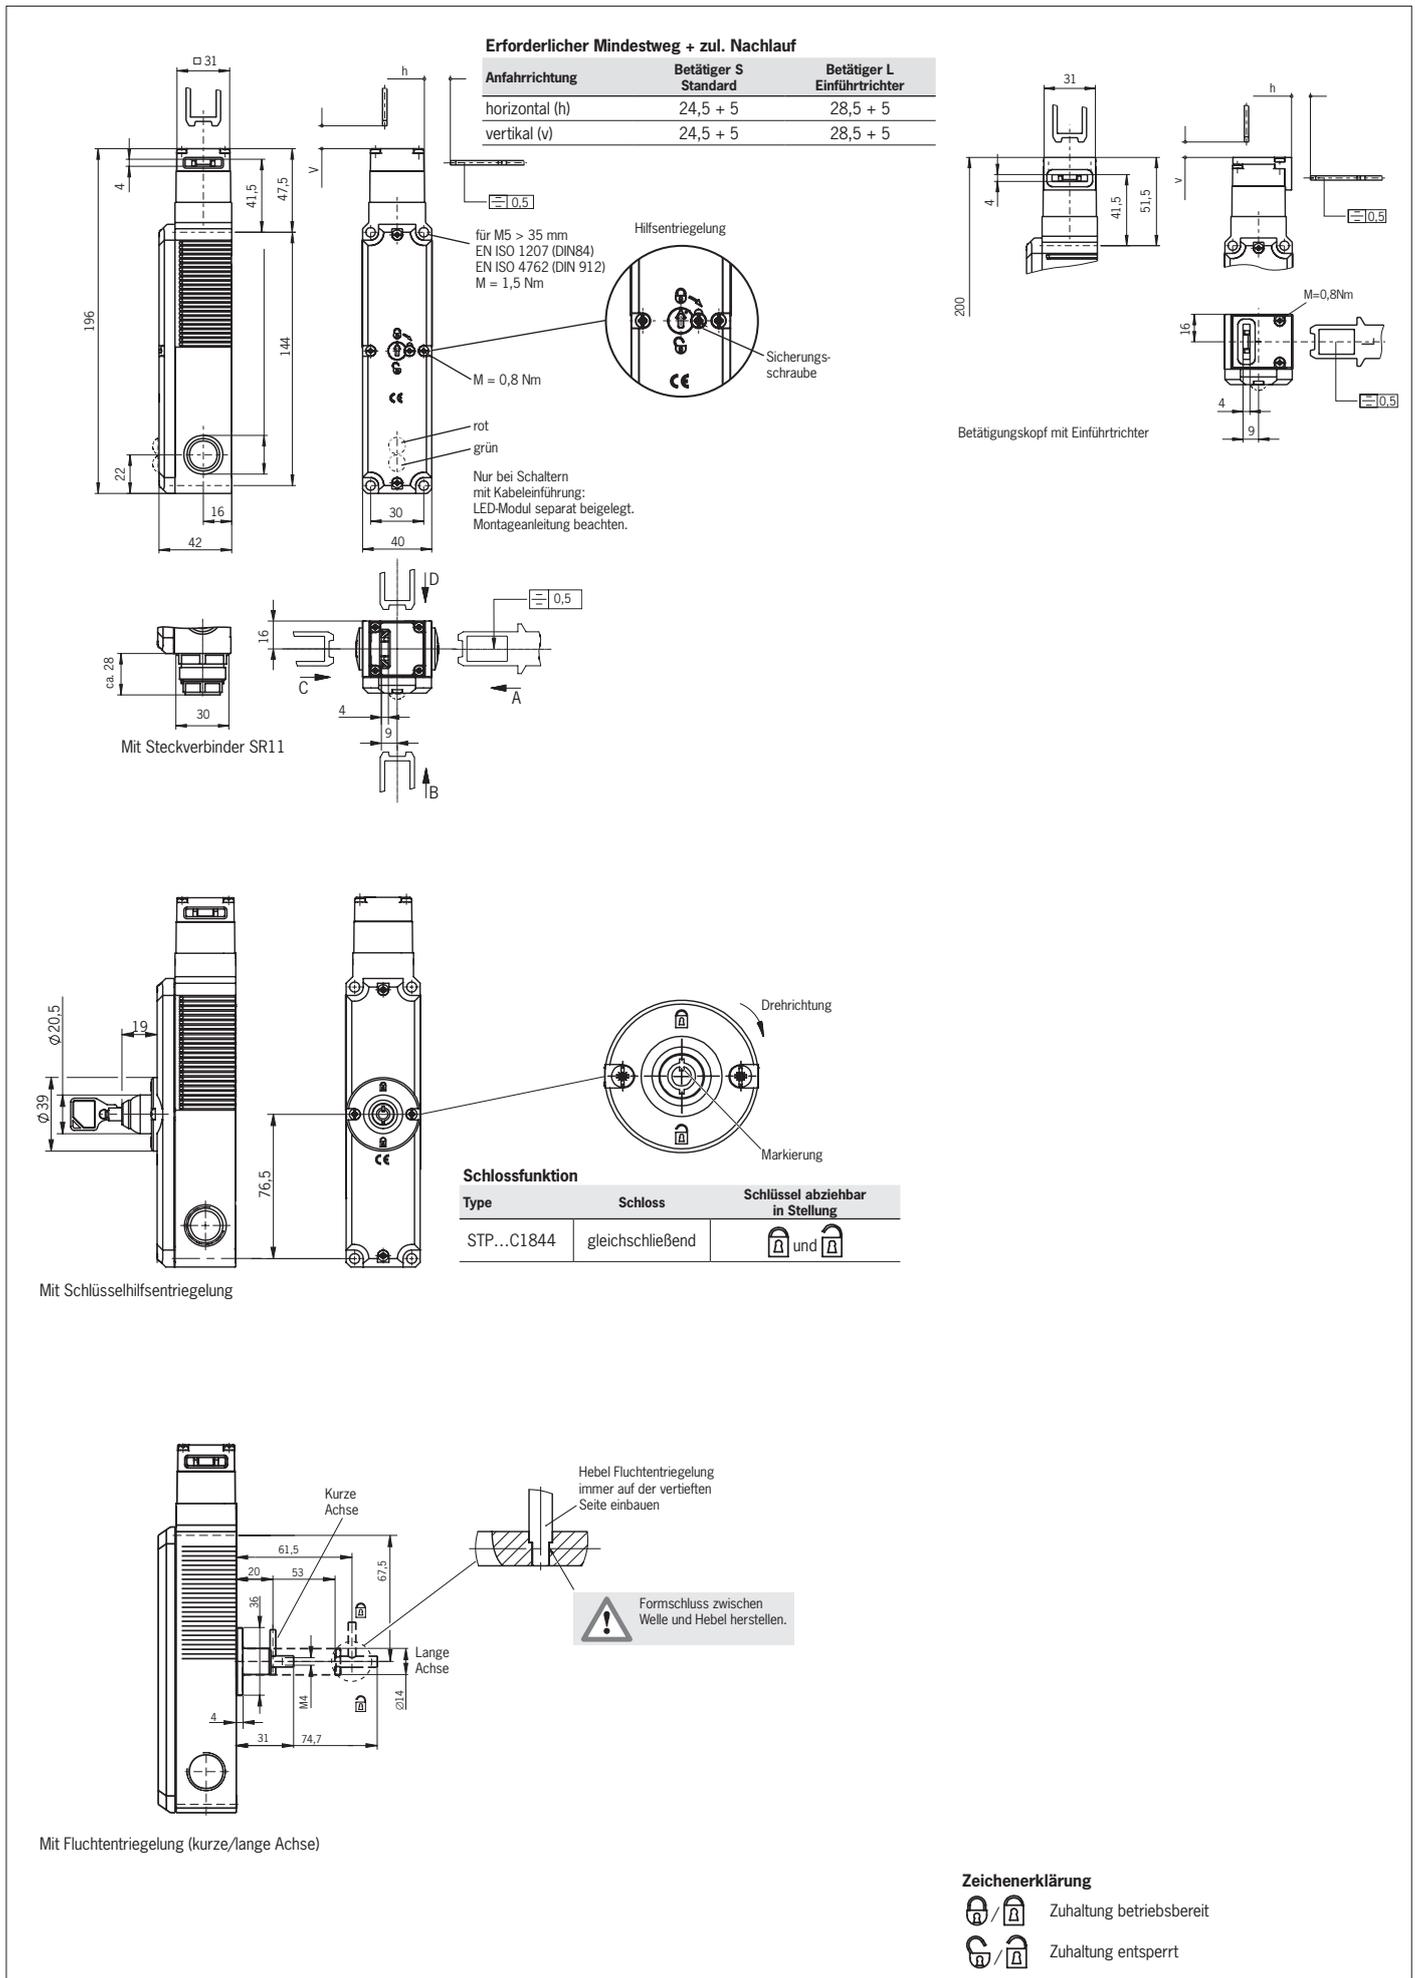

Bild 2: Maßzeichnung STP... ohne Einführtrichter und STP... mit Einführtrichter
- ▶ Damage to the device due to unsuitable actuator. Make sure to select the correct actuator (see table in Fig. 2).